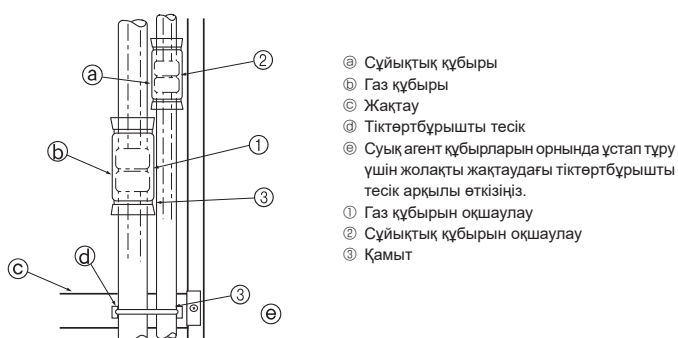

Fig. 4-5
Газ және суық агент құбырларының ① және ② қоныштық түйіспелерін толықтай оқшаулаңыз. Егер түйіспелердің кез келген бөлігі ашық болса, конденсация төмендеуі мүмкін. (Fig. 4-5)
- Газ құбырының оқшаулауын ① және сұйықтық құбырының оқшаулауын ② екі шетінен бекітіңіз, осылайша олар сырғымай, басқасымен тураланбайды.
- Оқшаулау орнатылғаннан кейін суық агент құбырын жақтауға (құбыр түйіспесі бөлімінен төмен) бекіту үшін таспаны ③ пайдаланыңыз. Бұл суық агент құбырының жақтаудан жоғары көтерілуіне жол бермейді. (Суық агент құбыры жақтаудан тыс болған кезде, торды орнату мүмкін емес.)